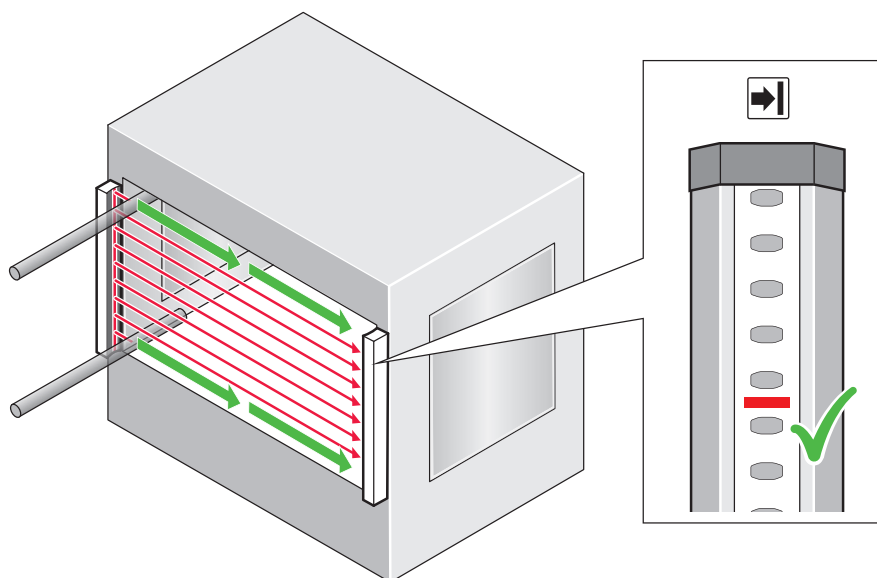

Рисунок 35: Контроль с помощью пробника: 3-й шаг
3. В заключение провести пробником по краям контролируемой зоны, как показано стрелками, см. рисунок 35.